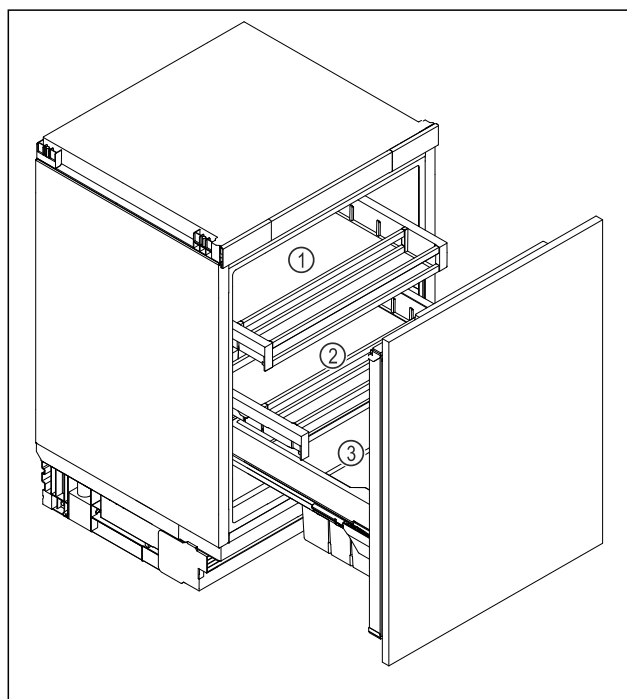

Fig. 31 Primjer izgleda
- ▶ Gornja ladica Fig. 31 (1): Čuvajte maslac, sir, konzerve i tube.
- ▶ Donja ladica Fig. 31 (2): Čuvajte namirnice koje se lako kvare kao što su gotova jela, riba, meso i salame.
- ▶ Kutija za voće i povrće Fig. 31 (3): Čuvajte zapakirano voće i povrće.
- ▶ Pretinac za pića Fig. 31 (3): Spremite pojedinačne boce.